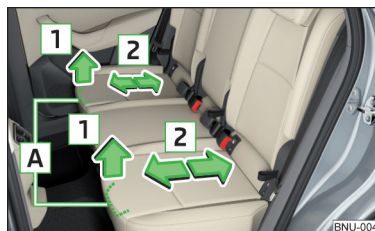

Abb. 80 Sitze in Längsrichtung einstellen
› Den Hebel **A** in Pfeilrichtung **1** ziehen und den Sitz in die gewünschte Position in Pfeilrichtung **2** verschieben » Abb. 80. Nach dem Loslassen des Bedienungshebels muss die Verriegelung hörbar einrasten.
- › Die Sitze bis zum Anschlag nach hinten verschieben » Abb. 80 auf Seite 86.